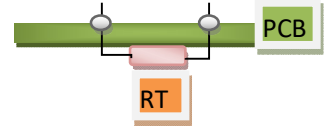

图 3
- 2) 温感热敏电阻 RT 紧贴 PCB 的下表面焊接 (见图 3)；